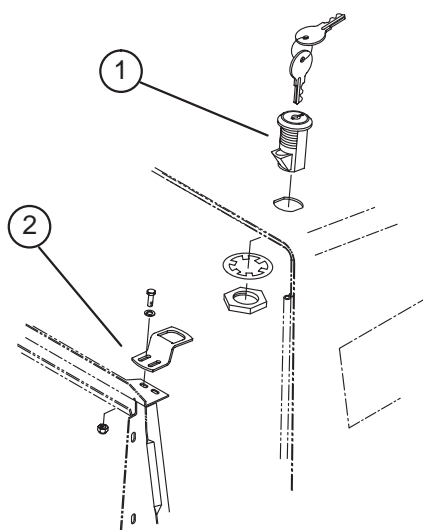

図 3
3. 錠を取り付ける (ロックワッシャ、ナットを使用する)。錠のラッチがマシン側に向くように取り付ける (図 3)。
4. ラジエターのサポートにラッチ用ブラケットを仮止める (図 3 ; 1/4 x 3/4 " キャップスクリュ、平ワッシャ、ロックナットを使用する)。